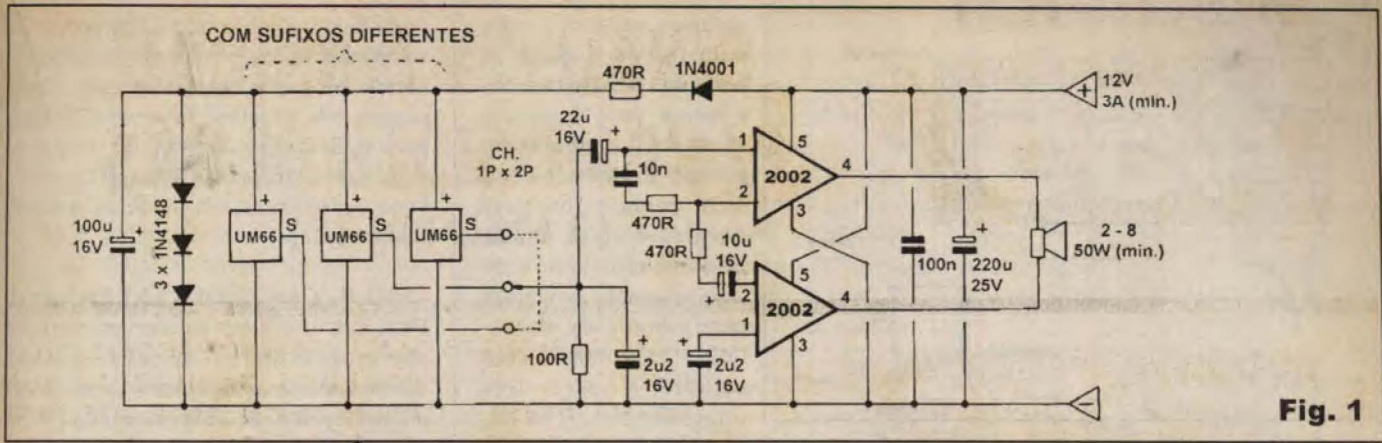

Fig. 1
- FIG. 1 - DIAGRAMA ESQUEMÁTICO DO CIRCUITO - Numa breve análise, vemos que a parte de amplificação de potência é já conhecida do leitor/hobbysta de APE (já utilizamos a mesma estrutura, mais de uma vez, em projetos anteriormente publicados...), formada por dois integrados específicos tipo 2002 (pode ser encontrado com vários prefixos, dependendo do fabricante, porém sempre terminando com o código numérico 2002...), ideais para aplicações automotivas (já que requer faixa de tensões de alimentação centrada em 12 VCC...), e organizados *em ponte*, com o que é possível obter o máximo de potência com o mínimo de componentes passivos de apoio... O arranjo permite uma potência final de áudio de até 35 W RMS (quase 50 W de pico...), mais do que suficiente para a aplicação pretendida, e que deve ser acusticamente *traduzida* por uma boa *corneta eletromagnética* (projektor de som para uso automotivo/externo...) com impedância de 2 a 8 ohms (quanto menor a impedância, maior a potência final obtida...), capaz de manejar - por segurança - um mínimo de 50 W... Quanto à parte da geração dos sinais musicais (melodias pré-programadas...), os três UM-66 (obviamente cada um *contendo* uma musiquinha diferente - identificável a partir do seu sufixo de código, conforme